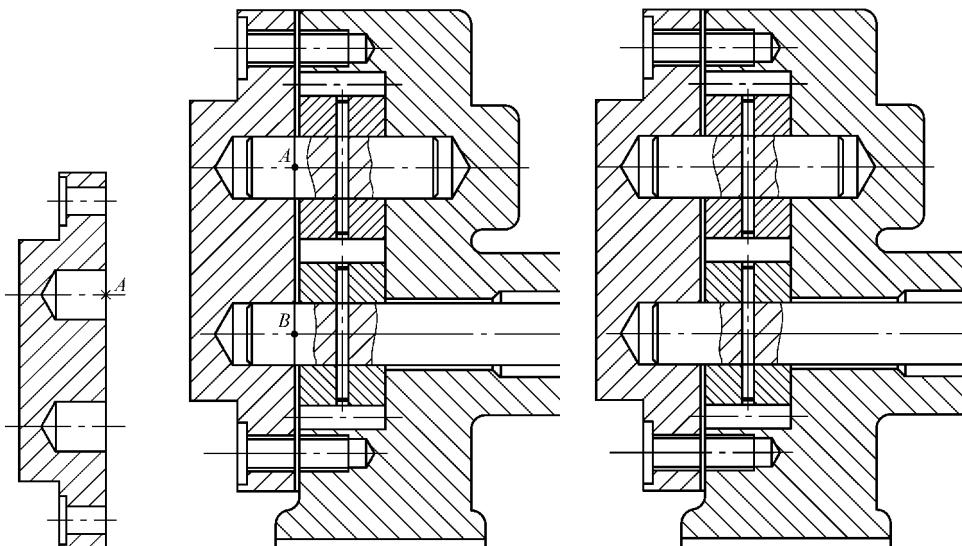

图 12-18 创建块
- 14) 创建块“bg”（泵盖），以 A 点为基点，如图 12-18 所示。